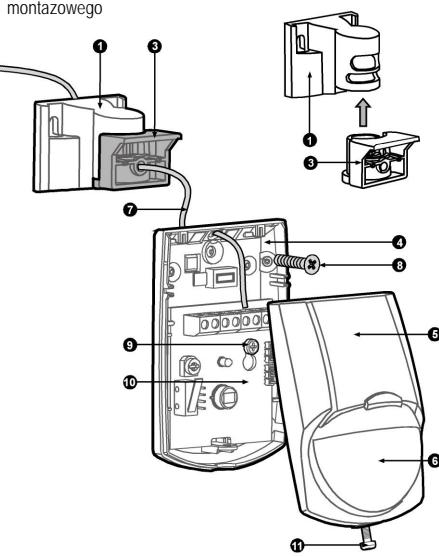

Fig 2 Knockout holes | Orificios troquelados | Trou de débouchure | Fori ciechi | Otwory montażowe
3. Remove the appropriate knockouts for the mounting screws (Fig. 2 - B or C flat or corner installation).
4. The circular and rectangular indentations at the bottom base are the knockout holes (Fig. 2 - D) for wire entry.
3. Extraiga los troqueles correspondientes para los tornillos de montaje (Fig. 2 - B o C para la instalación en una superficie plana o una esquina).
3. Aprire i fori ciechi appropriati per le viti di fissaggio (Fig. 2 - B o C per l'installazione in piano o ad angolo).
4. I fori ciechi, rotondi e rettangolari, presenti sul fondo della base (Fig. 2 - D) sono per il passaggio dei cavi.